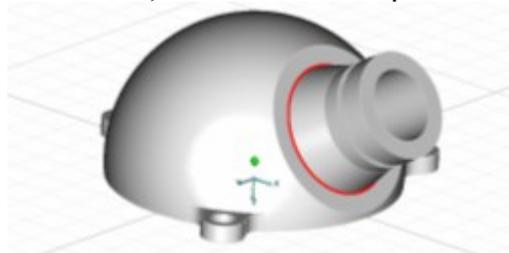

Рис. 2.27 Вид на скругляемое ребро.
1. Поверните модель так, как показано на рис. 2.27
3. На запрос «Выберите ребра» укажите ребро модели (см. рис. 2.27) и нажмите среднюю кнопку мыши или клавишу «Esc» на клавиатуре.